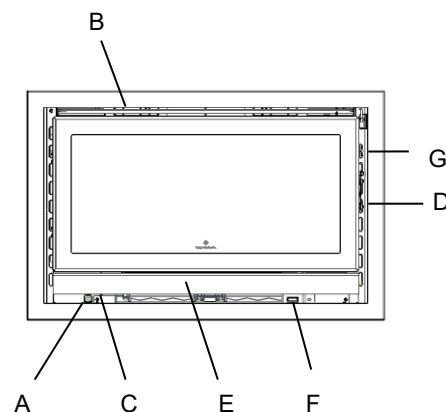

Figure 19 - Diagramme des composants
1. Ouvrez le contrôle de l'air de combustion « Air primaire » (C-Figure 19).
2. Ouvrez la poignée de sortie d'air chaud (G-Figure19).
4. Lorsque vous fermez la porte, vous devez fermer partiellement la sortie d'air chaud (G-Figure 19) et fermer la commande d'air de combustion « Air primaire » (C-Figure 19).